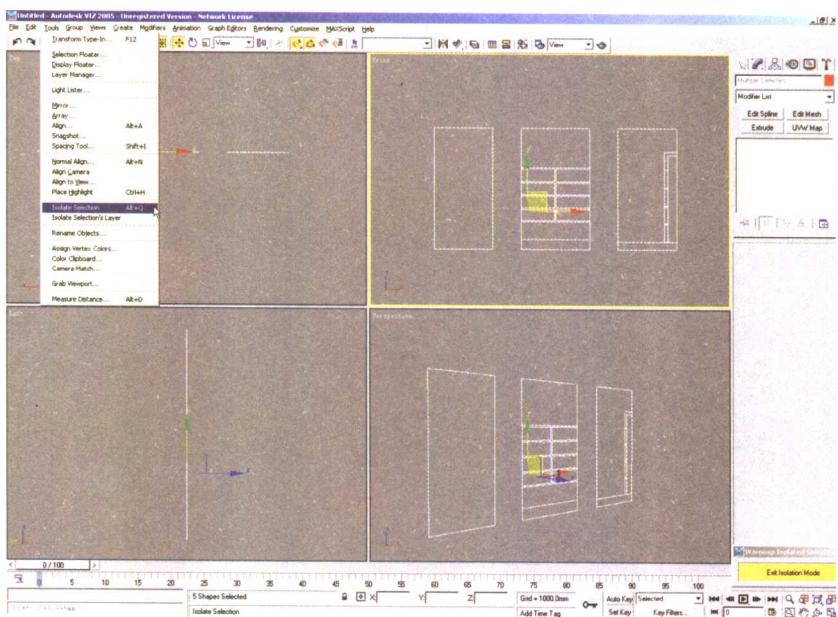

图 1-13 隔离选择状态
(13) 进入顶视图，框选上方的立面图形，按 Alt+Q 键进入隔离选择模式。按 Z 键将当前选择最大化显示。隔离选择命令在界面主菜单栏中的位置如图 1-13 所示。